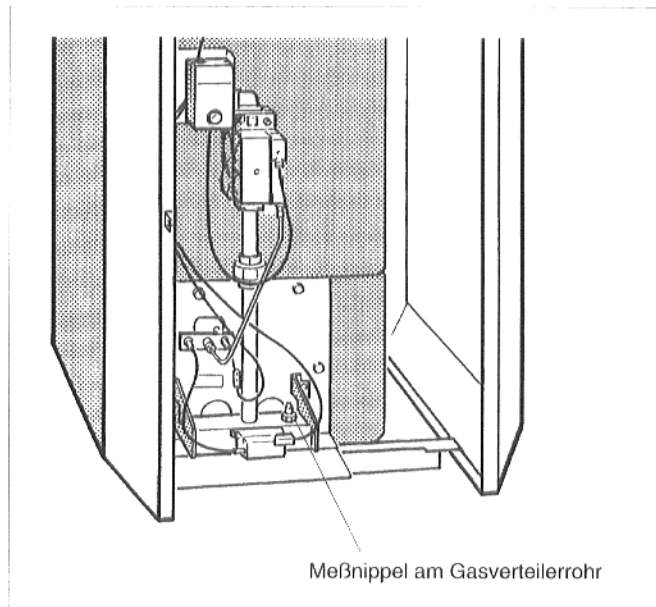

Abb. 29: Gasbrenner
- Verschlußschraube des Meßnippels am Gasverteilerrohr zwei Umdrehungen lösen (Abb. 29).